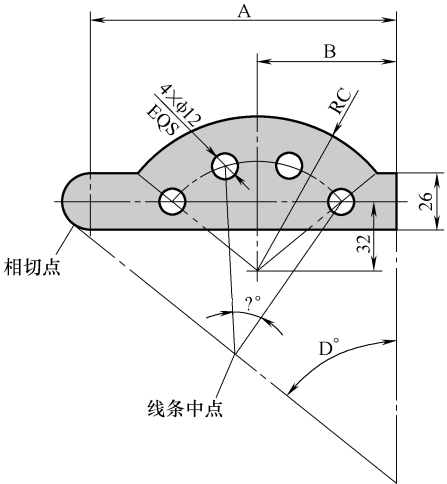

图 B-8 赛题 8
8. 参照图 B-8 绘制草图轮廓，注意线条之间的几何关系。